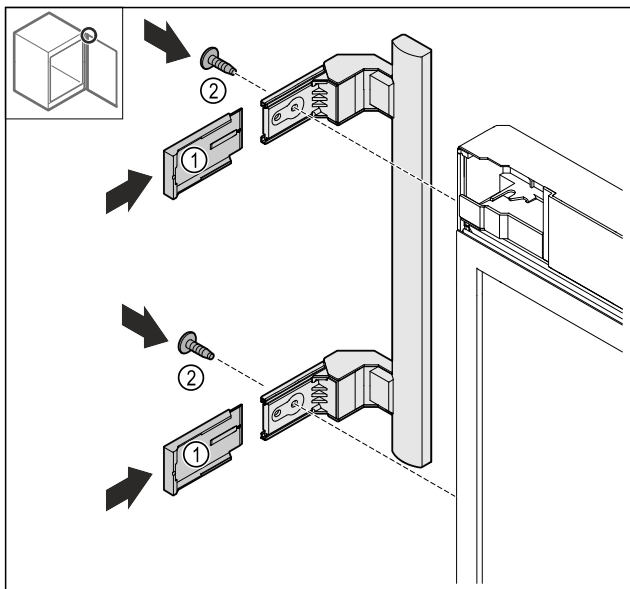

Fig. 25
- ▶ Namestite pokrove Fig. 25 (1).